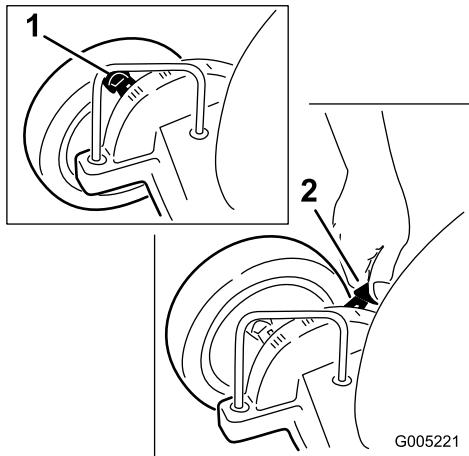
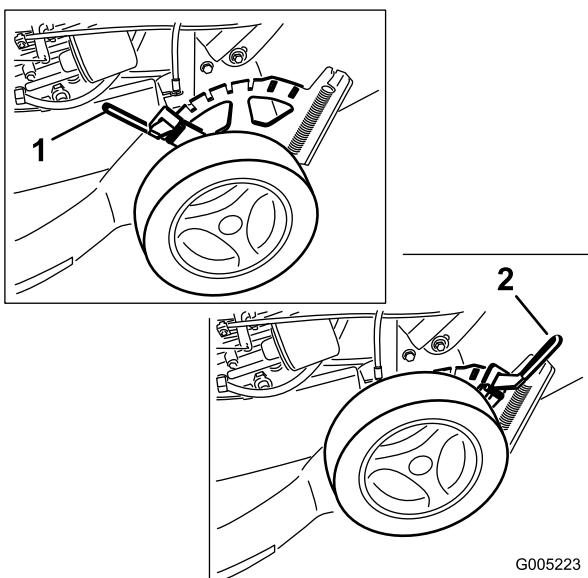

Figure 16
Figure 17
Les roues avant se règlent individuellement avec le levier de réglage de hauteur (Figure 16). Les roues arrière se règlent ensemble avec le levier de réglage de hauteur situé au-dessus de la roue arrière gauche (Figure 17).
- Tirez les leviers de réglage de hauteur vers les roues (Figure 16) jusqu'à la position voulue.
1. Tirez le levier de réglage de hauteur des roues arrière (Figure 17) vers l'extérieur jusqu'à la position voulue.